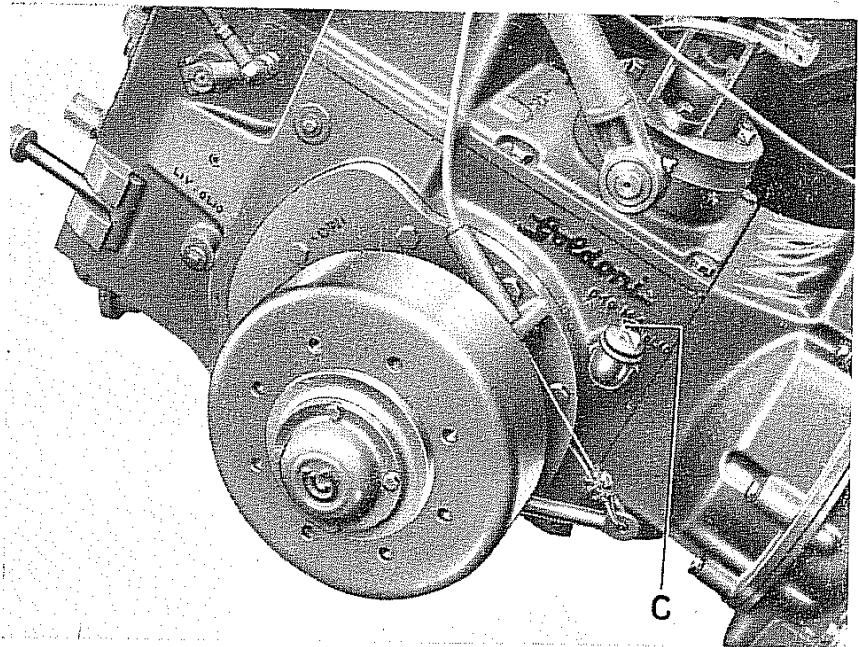

fig. 7
E' importante scaricare l'olio a motore caldo. Si aspetti almeno 1 ora fino a che l'olio vecchio sia interamente scaricato e si introducano quindi attraverso il bocchettone (C) fig. 7 da 6 a 7 litri di nuovo olio per cambi, classe SAE 90 come ad es. Mobiloil C.W.